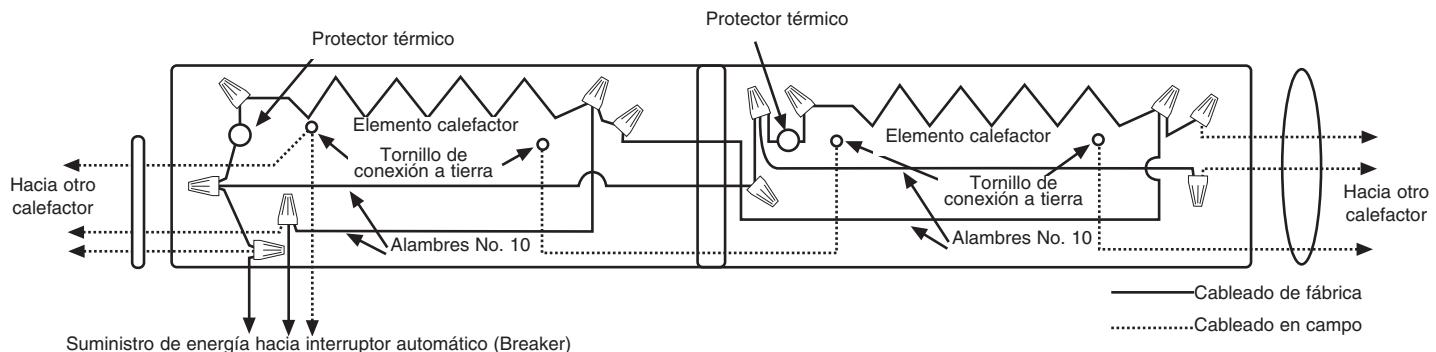

Fig. 8
9. Siguiendo el diagrama de cableado fijado al calefactor, realice las conexiones eléctricas. Consulte la Fig. 8 para conectar los otros calefactores en paralelo. La conexión a tierra de los otros calefactores se logra conectando un alambre de puente (no suministrado) entre dos calefactores adyacentes.
**NOTA IMPORTANTE:** Estos calefactores se suministran con un límite de seguridad incorporado (Protector térmico – vea la Fig. 8) para apagar automáticamente el calefactor si éste se obstruye o se sobrecalienta de otro modo debido a una condición anormal. Los calefactores no deben ciclar (apagarse y encenderse) por este control de seguridad durante el uso normal. Si esto está ocurriendo, revise la instalación del calefactor para garantizar que éste tiene los espacios libres adecuados y que el flujo de aire libre alrededor del calefactor no está restringido. Si el calefactor continúa ciclando (apagándose y encendiéndose) por este control de seguridad, interrumpa su uso hasta que pueda ser inspeccionado y/o reparado por un electricista capacitado.